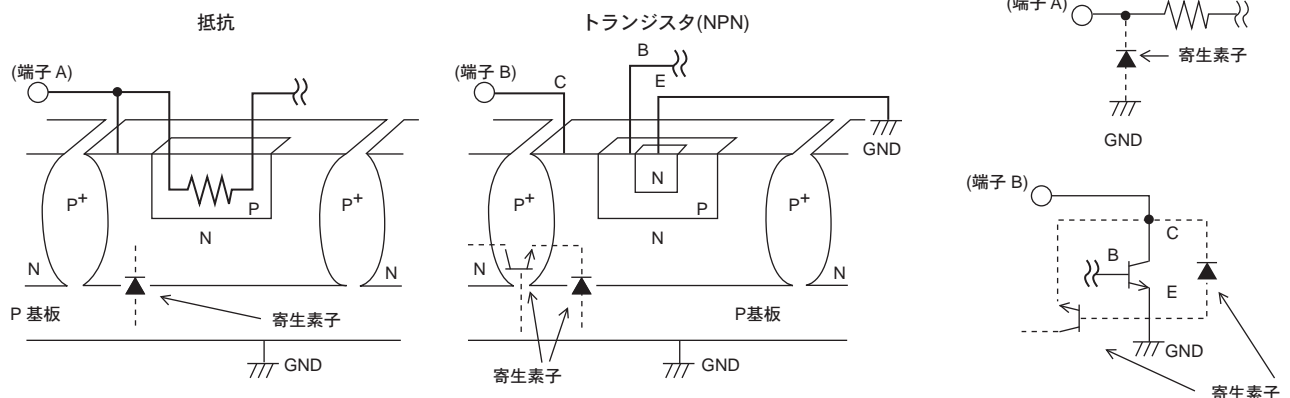

Fig.37 モノリシックICの簡易構造例
7. 本ICはモノリシックICであり、Fig.37のようにP基板(サブストレート)と、各素子間にP⁺アイソレーションを有しています。このP層と各素子のN層とでP-N接合が形成され、電位関係が、